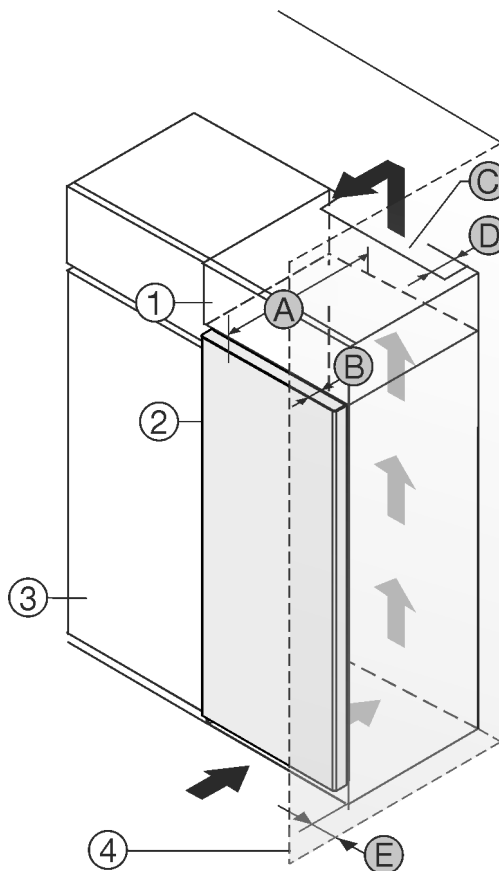

Fig. 1
Puteți amplasa aparatul direct lângă dulapul de bucătărie Fig. 1 (3)*.
În partea din spate a dulapului suspendat trebuie să existe o fantă de aerisire cu grosimea Fig. 1 (D) pe toată lățimea dulapului suspendat.*
Sub tavanul încăperii trebuie să fie respectată secțiunea de ventilație Fig. 1 (C)*.
Atunci când montați aparatul cu balamalele lângă un perete Fig. 1 (4), distanța dintre aparat și perete trebuie să fie de minim 13 mm *.
Atunci când montați aparatul cu balamalele lângă un perete Fig. 1 (4), distanța dintre aparat și perete trebuie să fie de minim 20 mm *.
Astfel încât să puteți deschide complet ușa, aparatul trebuie să fie proeminent cu cel puțin adâncimea ușii Fig. 1 (B) față de suprafața frontală a dulapului de bucătărie. În funcție de adâncimea dulapurilor de bucătărie Fig. 1 (3) și utilizarea distanțierelor de perete, aparatul poate ieși mai mult în afară.*